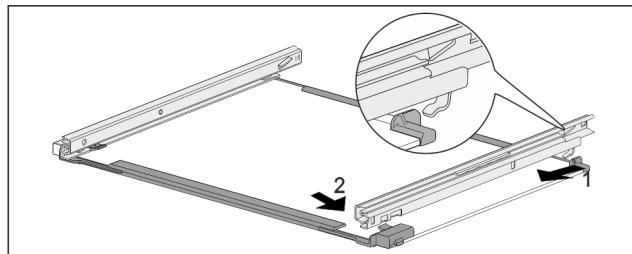

Fig. 134 Стеклянная пластина с направляющими
- Зацепите направляющую сзади. Fig. 134 (1)
- Зашелкните направляющую спереди. Fig. 134 (2)